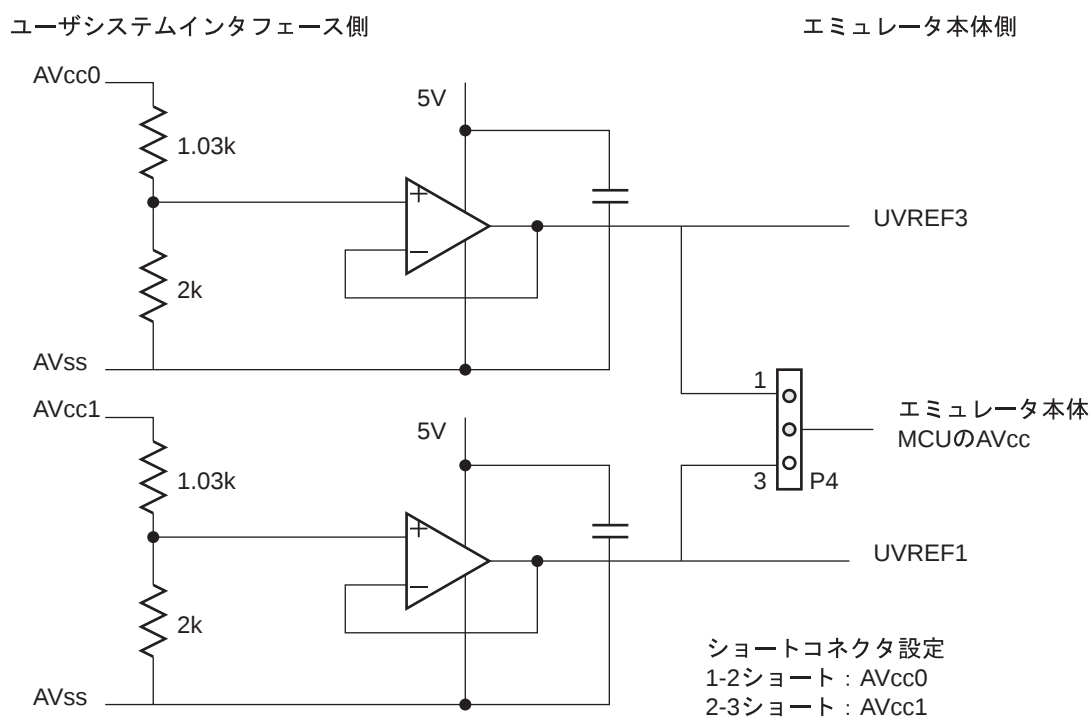

図 12 AVcc0、AVcc1 電源のレベルシフト回路
- (6) ユーザシステムインタフェースケーブル上に AVcc0、AVcc1 電源のレベルシフト回路を搭載しています。図 12 に AVcc0、AVcc1 電源のレベルシフト回路を示します。出荷時設定は、P4 の 1 ピン、2 ピン側にショートピンが挿入されています。ターゲットデバイスとエミュレータとの相違点の詳細は、エミュレータのユーザーズマニュアル (HS1650EPH60HJ) を参照してください。また、AVcc0、AVcc1 の入力電圧範囲は、H8SX/1520 グループハードウェアマニュアルを参照してください。